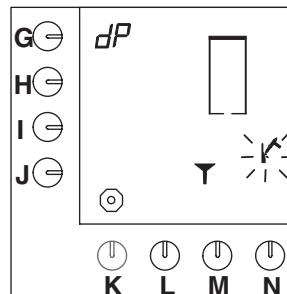

Abb. 23 Heißwassersystem benötigt Entkalker
- Es ertönt ein akustisches Signal, das Hammersymbol blinkt und es erscheint ein Trichter im Display (Abb.23).